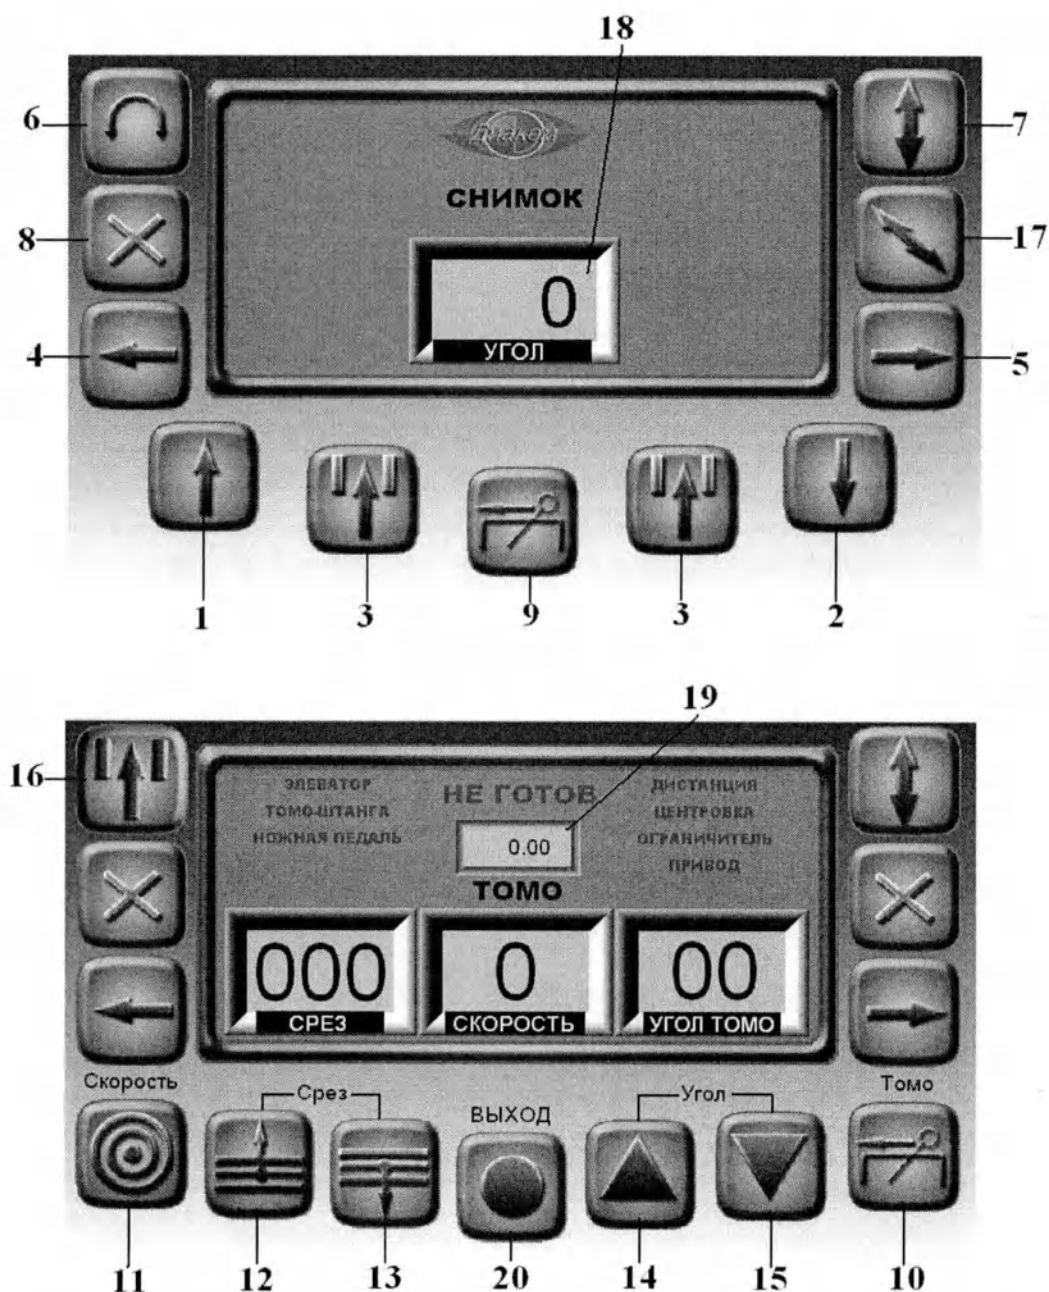

Рисунок 2.5.6
- на пульте управления рисунок 2.5.6 нажать на кнопку 9, при этом разблокируются тормоза узлов участвующих в установке томо-штанги. Так же на нижнем слайде рисунка 2.5.6 будут отображены параметры которые необходимо выполнить для приведения готовности проведения томографического